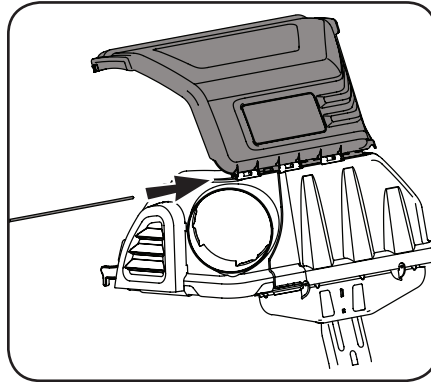

Figura 4-8
4. Desde el frente del montaje, alinee las lengüetas en la cubierta superior de la recolectora de césped con las lengüetas al frente de la parte frontal del conducto de soporte superior. (631-05474B). Deslice el pasador de bisagra a través de las ranura superior del conducto de soporte de las pestañas montadoras, como se muestra en Figura 4-8 Presione la chaveta (711-06701) hasta el final y hasta que alcance el acoplamiento final y se detenga.